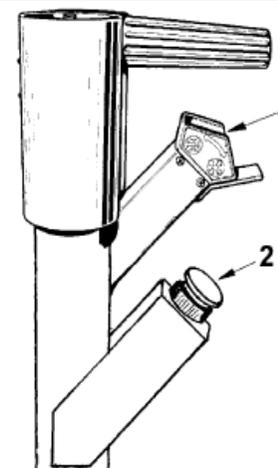

Рис.14
9. Нажмите кнопку аварийного выключения (#2 Рис.14): это деактивирует все переключатели. Поверните аварийный тумблер против ч.с. и нажмите кнопку перезагрузки расположенную на электрическом шкафу для восстановления нормального режима работы.